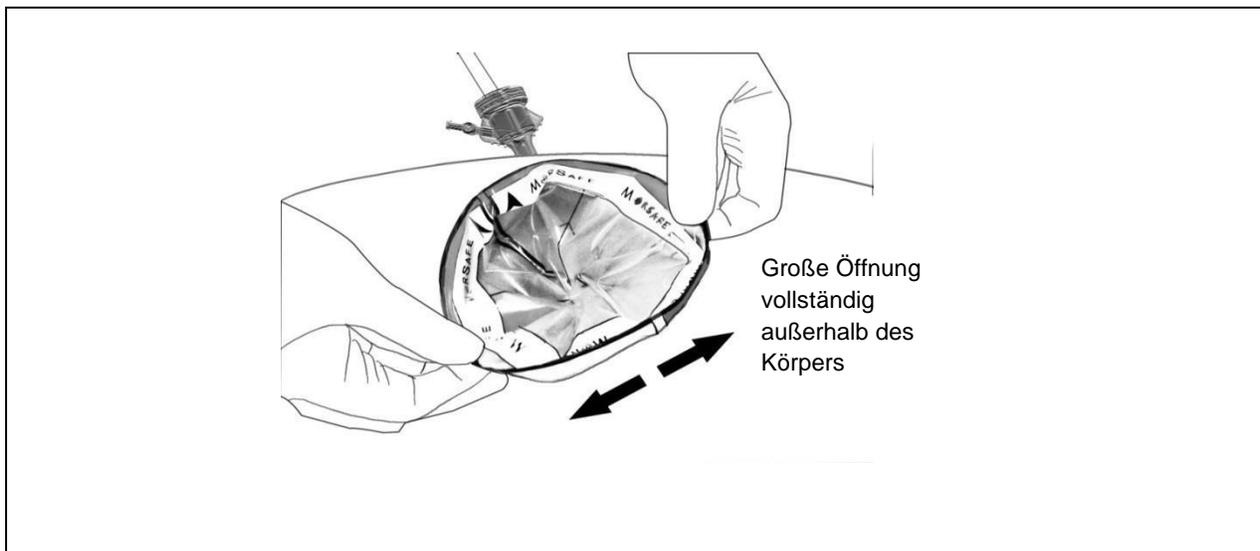

Abbildung 11: Große Öffnung des MorSafe® Gewebemorcellierungs-Beutels außerhalb des Körpers
9.9 Ziehen Sie den MorSafe® Gewebemorcellierungs-Beutel XG-500 durch den 15 mm-Port heraus, bis sich die fettgedruckte Linie vollständig außerhalb des Körpers befindet, wie in Abbildung 11 dargestellt. Dadurch wird die große Öffnung vollständig aus dem Körper herausgezogen (Abbildung 11).